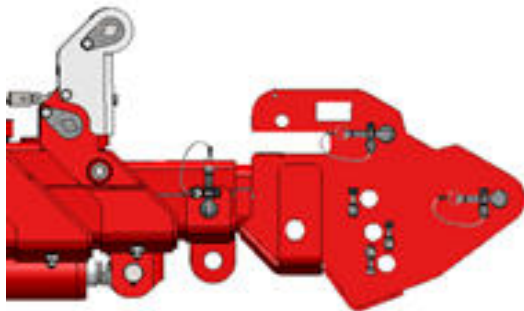

Figura 4.13 Fijación de la pieza de ajuste en la pluma
2. Fije la pieza de ajuste en la pluma y fíjela con el perno de retención y clip de fijación (véase *Figura 4.13*).